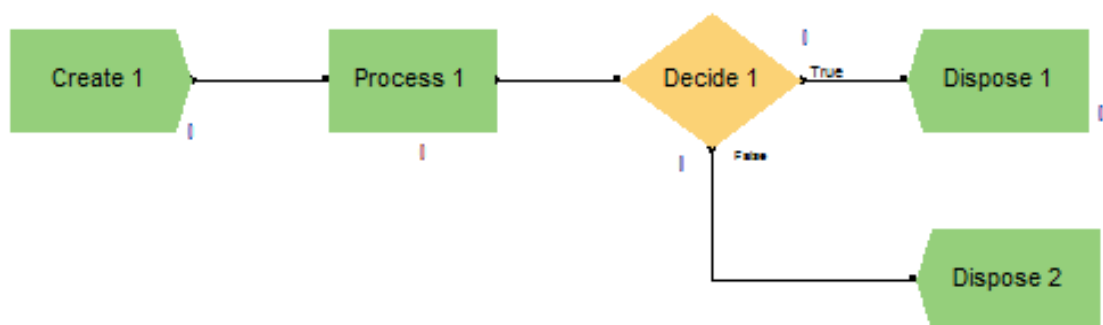

**Рис. 2. Добавление Вида к модели**
- *Navigate Panel* – обеспечивает навигацию по различным видам модели, включая субмодели. Для сохранения нового вида модели необходимо выбрать **View ⇒ Named Views...**?, в открывшемся диалоговом окне можно дать имя виду, а также назначить «быструю» клавишу для перехода (Рис. 2).